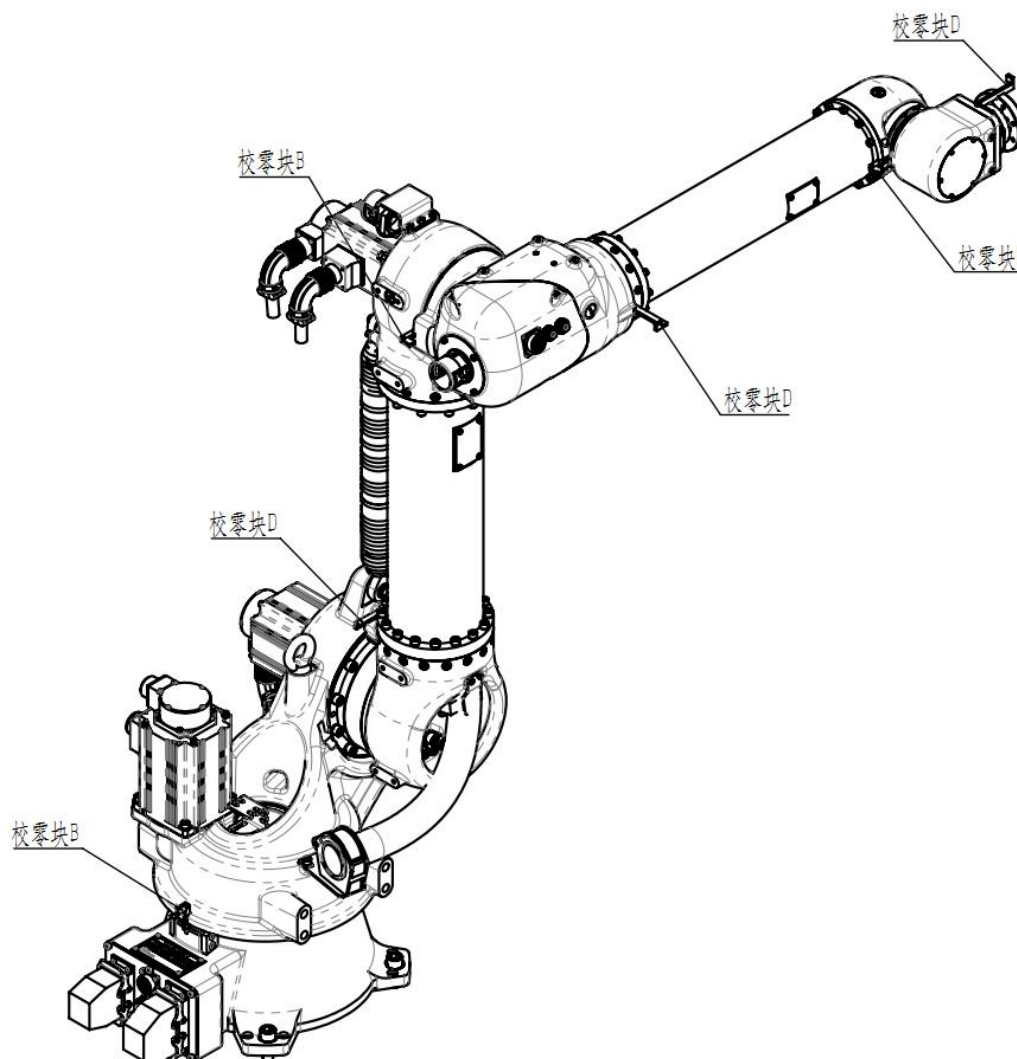

图 3.3 校零图
*1 各轴同步带对位置见图 3.3
机器人在出厂前，已经做好机械零点校对，当机器人因故障丢失零点位置，需要对机器人重新进行机械零点的校对。HSR-BR625 机器人标准品零点校对参照图 3.3。